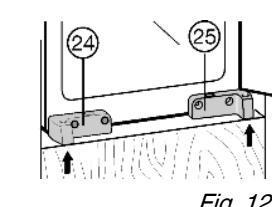

Fig. 12
► Выровняйте устройство по глубине: Выровняйте переднюю кромку кронштейна Fig. 12 (24), кронштейн Fig. 12 (25) и крепежный уголок Fig. 12 (22) по передней кромке dna шкафчика и по боковой стенке.